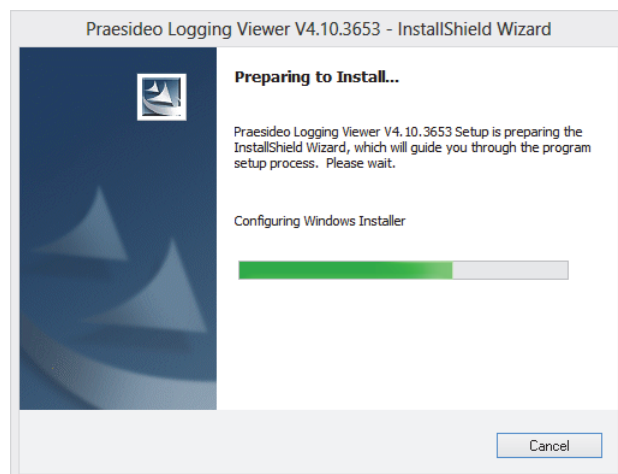

figura 59.1: Configuração do visualizador de registo
- 3 Clique no botão *Open* para iniciar o programa de configuração do *Logging Viewer*. Aparece um ecrã semelhante ao da figura 59.1.